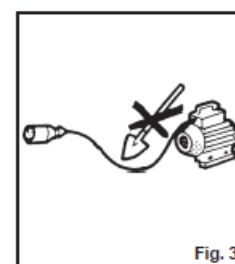

Fig. 3
- Cablul de alimentare trebuie așezat astfel încât să nu constituie un obstacol sau un pericol; în special, trebuie evitate ruperea accidentală cauzată de contactul cu obiecte sau persoane (Fig. 3).